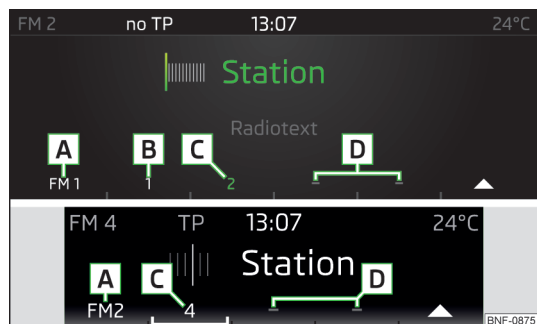

Fig. 102
- » Per la **memorizzazione della stazione** selezionare il gruppo di memorizzazione con il tasto funzione » fig. 102 e tenere premuto il tasto stazione desiderato.
Tasti stazione per le stazioni preferite » fig. 102